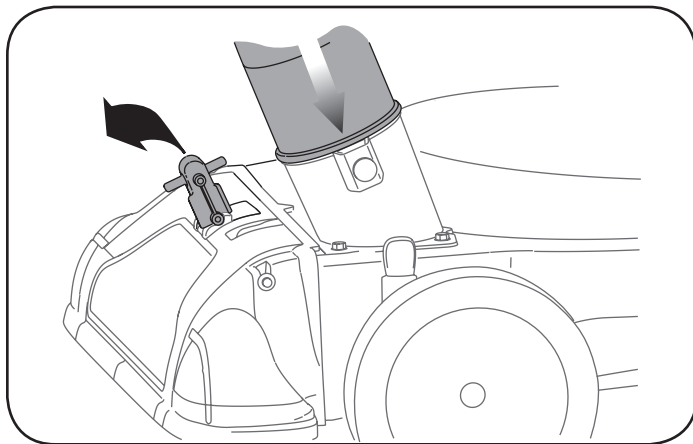

Figura 15
1. Coloque la manija del pico / manguera de la aspiradora en la posición de la base del pico para volver a dirigir la aspiración al montaje de la manguera. Vea la figura 15.